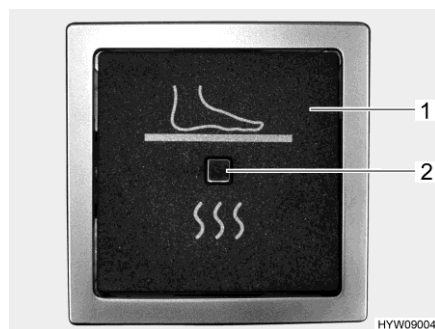

Fig. 131 Interruptor (calentamiento eléctrico del piso)
- Presionar el interruptor basculante (Fig. 131,1). La luz de control del interruptor (Fig. 131,2) se enciende.
- Presionar el interruptor basculante (Fig. 131,1). La luz de control (Fig. 131,2) del interruptor se apaga.